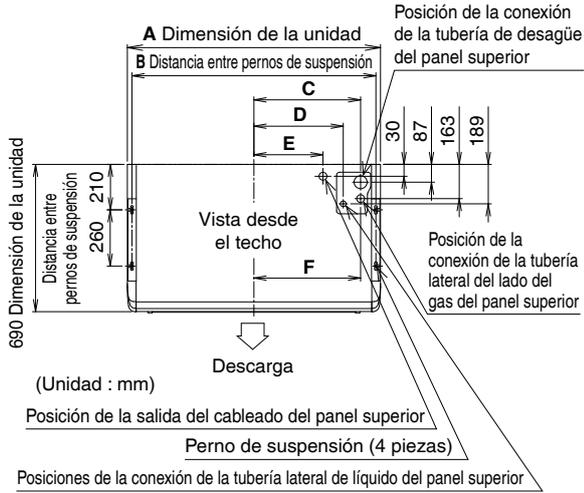

Fig. 3
(1) Revise las posiciones relativas a los pernos de suspensión para la unidad interior, el orificio de salida de la tubería y el orificio de salida de la tubería de desagüe. (Consulte la Fig. 3)